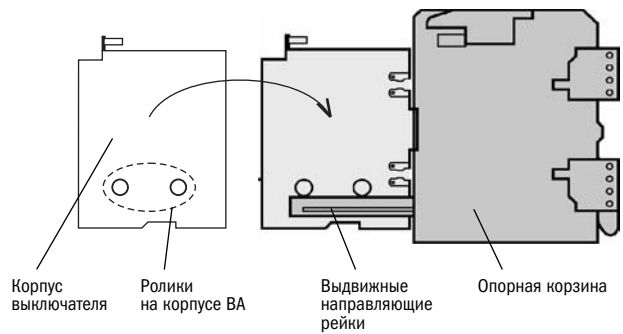

Рисунок 24. Расположение корпуса выключателя на выдвижной рейке
- 3) Используйте дополнительное подъемное устройство или подъемную платформу для установки корпуса выключателя на выдвижные рейки 9 (Рис. 24).